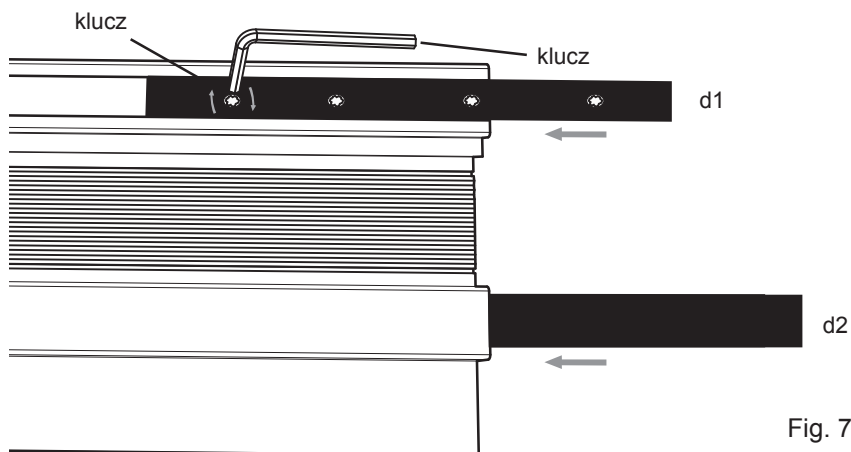

Fig. 7
4. Aperte o parafuso hexagonal para a direita para fixar essa metade do acessório conector na calha (Ver Fig. 7)
6. Uma vez mais, assegure-se de que as cabeças dos parafusos hexagonais estão acessíveis e fixe o segundo acessório conector nessa posição apertando o parafuso hexagonal para a esquerda (Ver Fig. 7).